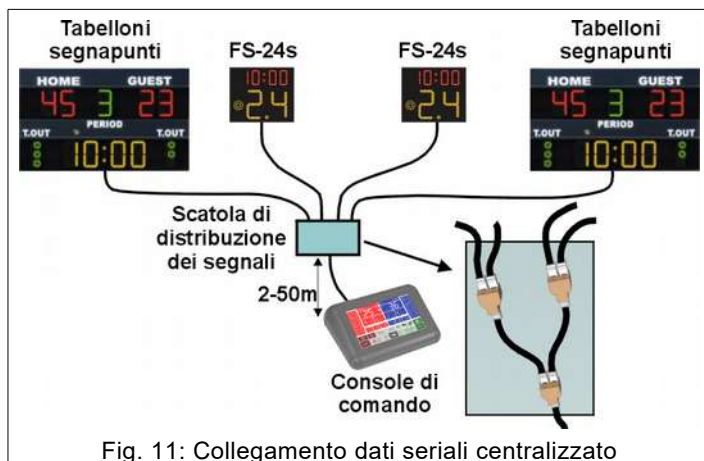

Fig. 11: Collegamento dati seriali centralizzato
1. **Collegamento centralizzato** (vedere Fig. 11). In un luogo di facile accesso viene posta una scatola di distribuzione dei segnali, dalla quale si diparte un cavo per ogni tabellone; si ha il vantaggio di un unico punto di congiunzione per cui, l'eventuale interruzione di un cavo, compromette la visualizzazione solo su un tabellone.